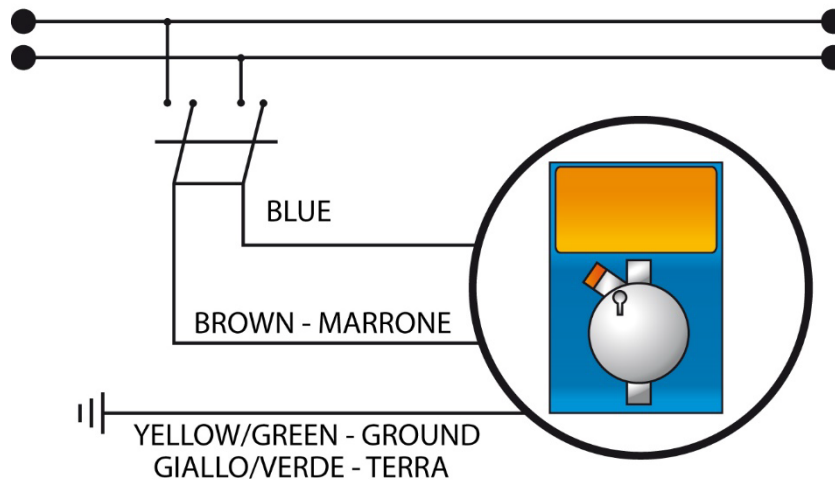

Fig.4 – Collegamento elettrico
- Assicurarsi che la stessa sia disattivata elettricamente (entrambe le polarità) staccando i conduttori dai punti di contatto della rete attraverso l'apertura di un interruttore omnipolare con distanza minima tra i contatti di mm 3 (Fig.4).